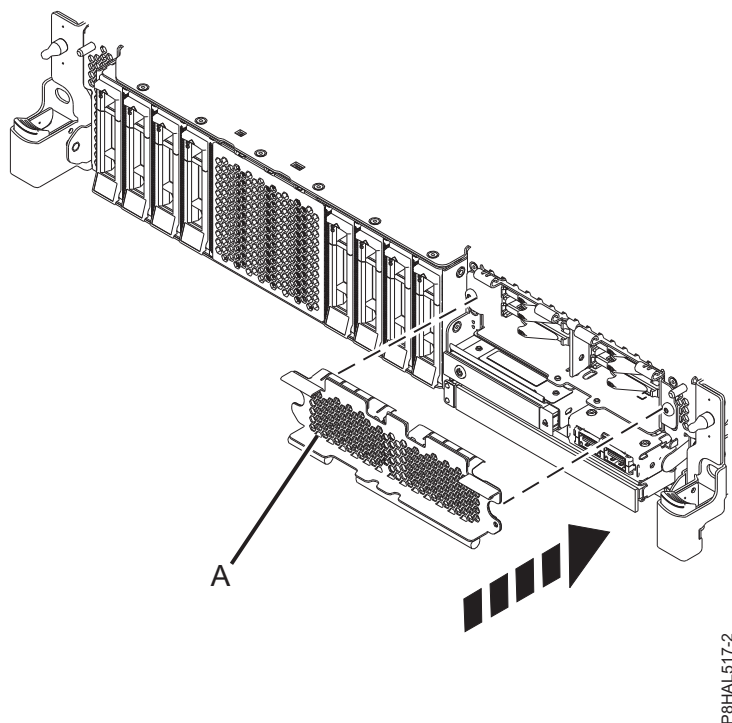

Figura 36. Com tapar el receptacle de l'SSD en un sistema de funció expandida
4. Si cal, tapeu el receptacle de l'SSD amb la placa perforada (A) tal com es mostra a la Figura 36 a la pàgina 38.